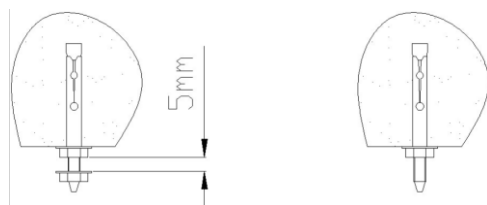

图 5
- 4、根据记好的孔位置，用冲击钻打出 4 个 $\phi 10 \times 80\text{mm}$ 的孔，将膨胀螺丝打入天花板，并用扳手拧紧螺丝。然后，将下端的螺母松出使垫片与上螺母的距离为 5mm 左右。并将另侧 2 个膨胀螺丝螺母及垫片都取下（如图 5 所示）。